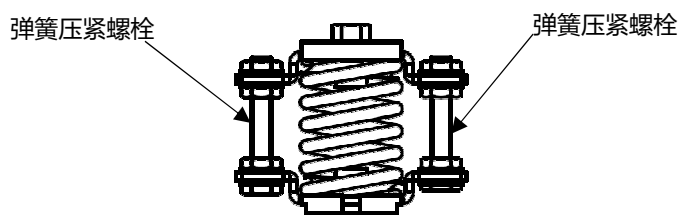

图3.1 减震器弹簧压紧螺栓
- 3. 弹簧压紧螺栓是否已拆除。整机出厂时，为了运输中不产生振动，在风机电机底座上的减震器配有弹簧压紧螺栓。**机组运行前应拆掉此螺栓。**见下图3.1